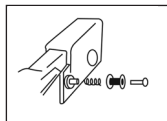

Fig. 13
**Remarque :** Le fil doit se dérouler en haut à droite de la canette ou de la bobine. Le ressort doit être installé avant de fixer la canette (voir Fig. 13).
## FIXATION DE BOBINES DE FIL NORMALES (voir Fig. 13)